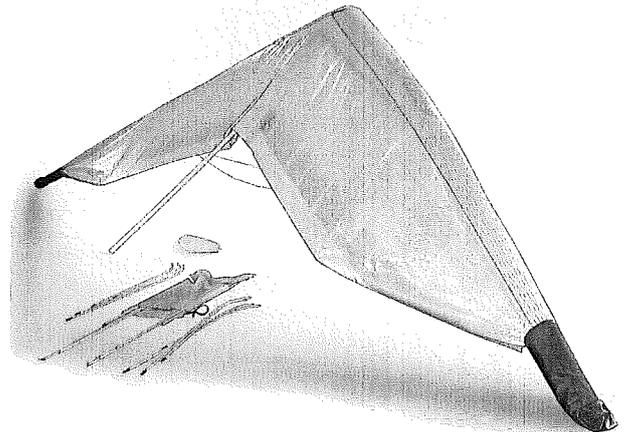

Abb.11
9. Breiten sie die Flügel vollständig aus und überprüfen Sie die Unterverspannungen nach Schäden oder ungeraden Führungen. Ziehen Sie das Querrohrspannseil an dem an der Kielstange befestigten Gummiseil und der daran befestigten Schlaufe heraus. Spannen Sie es so weit, dass sie den Schäkkel des Spannseils in den Schnapphaken auf der Kielstange hinter dem Segel einhängen können. (Abb.11).